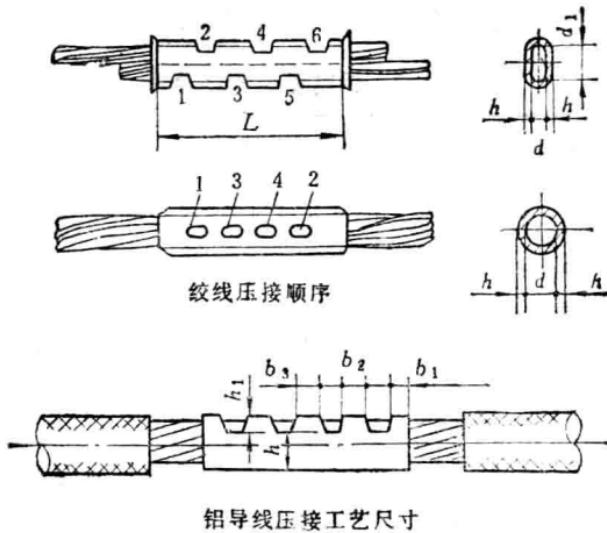

图1-3 铝导线压接
(2) 多股铝绞线的压接。截面在 $16\sim240\text{mm}^2$ 的铝导线可采用手提式油压钳进行局部压接，如图1-3所示。压接前，先把两根导线端部的绝缘层剥去，每端剥去长度为联接管长度的一半加5mm。为确保压接质量，应使用钢丝刷除去导线表面的氧化膜，并涂上凡士林锌粉膏。然后把线芯从两端插入已清除氧化膜和油垢的联接管内，插入长度各占联接管的一半，并相应地划好压坑的标记。根据联接导线截面的大小，选好压模，装到钳口内进行压接。压坑尺寸及深度见图1-3，所注工艺尺寸见表1-3。
压接顺序见图1-3，压完后，用细纹锉刀锉去压坑边沿的棱角，并用砂布打光，再用浸汽油的抹布擦净。最后恢复绝缘。